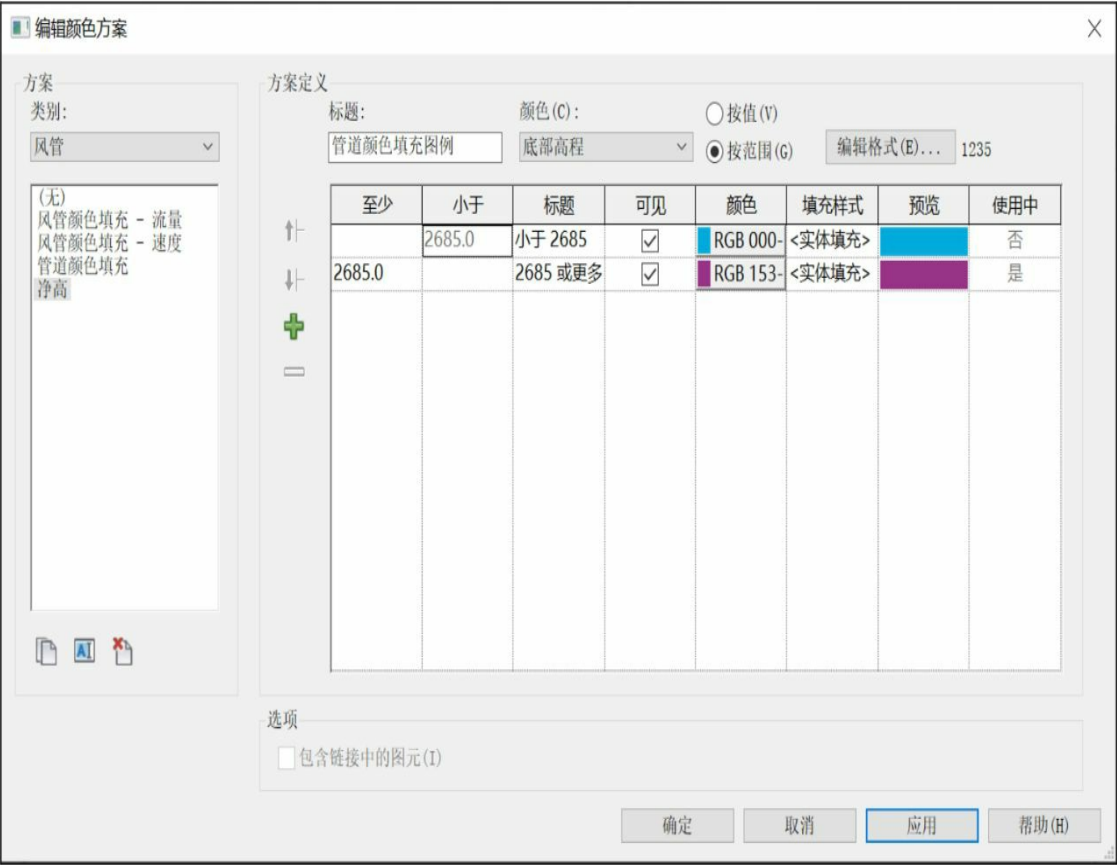

图2-128
(4) 单击“确定”按钮，选中图例后单击功能区中的“编辑颜色方案”，复制一个颜色方案，重命名为“净高”，并按图2-128所示进行设置。